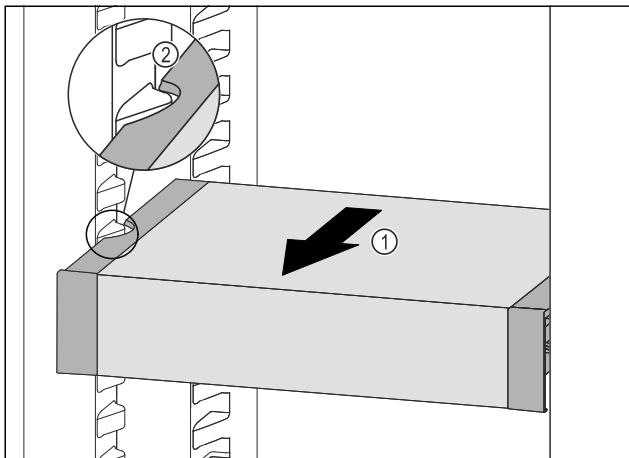

Fig. 111
- VarioSafe tiahajte dopredu Fig. 111 (1), kým sa bočné vybrania VarioSafe nebudú nachádzať vo výške rebra nádoby v chladničke. Fig. 111 (2)